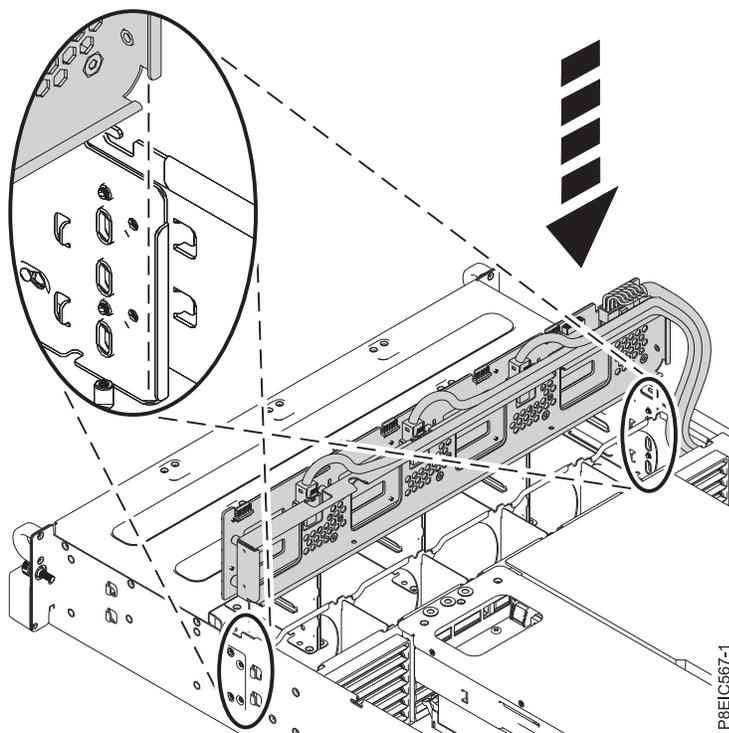

Figura 30. Instalando o painel traseiro da unidade de disco
4. Utilizando o canal de alinhamento, abaixe o painel traseiro da unidade de disco diretamente no chassi, conforme mostrado em Figura 30.